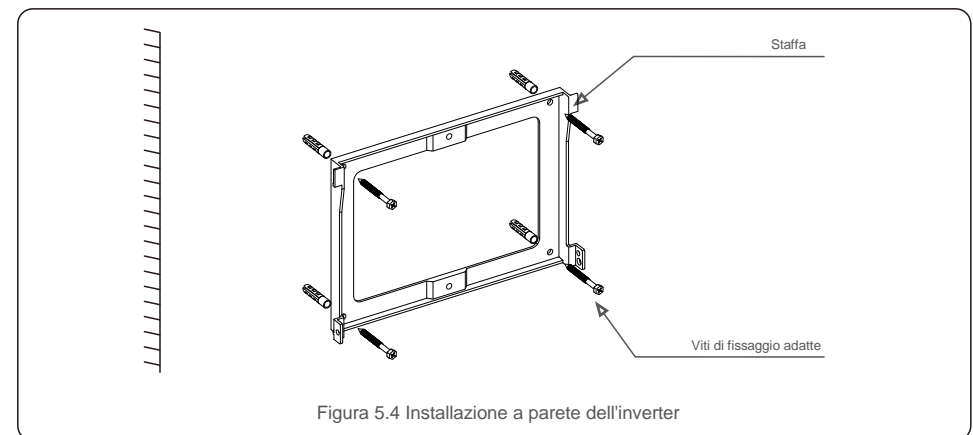
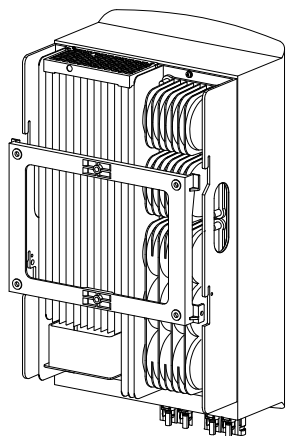

Figura 5.4 Installazione a parete dell'inverter
Figura 5.5 Installazione dell'inverter
Fare riferimento alla figura 5.4 e alla figura 5.5. L'inverter deve essere installato in posizione verticale. Di seguito sono elencati i passaggi per l'installazione dell'inverter.
1. Come illustrato in Figura 5.4, i fori per i bulloni a espansione in base al diametro del foro della staffa (ST6.3 * 60 viti autofilettanti a testa esagonale a croce, HJ0108 10*50 mm tasselli tubolari a espansione), realizzati con il trapano a percussione da 10 mm, devono rimanere perpendicolari alla parete e la profondità di tutti i fori deve essere di 60 mm.
2. Assicurarsi che la staffa sia in posizione orizzontale e che i fori di installazione (illustrati in figura 5.4) siano contrassegnati correttamente. Praticare i fori nel muro in corrispondenza dei segni.